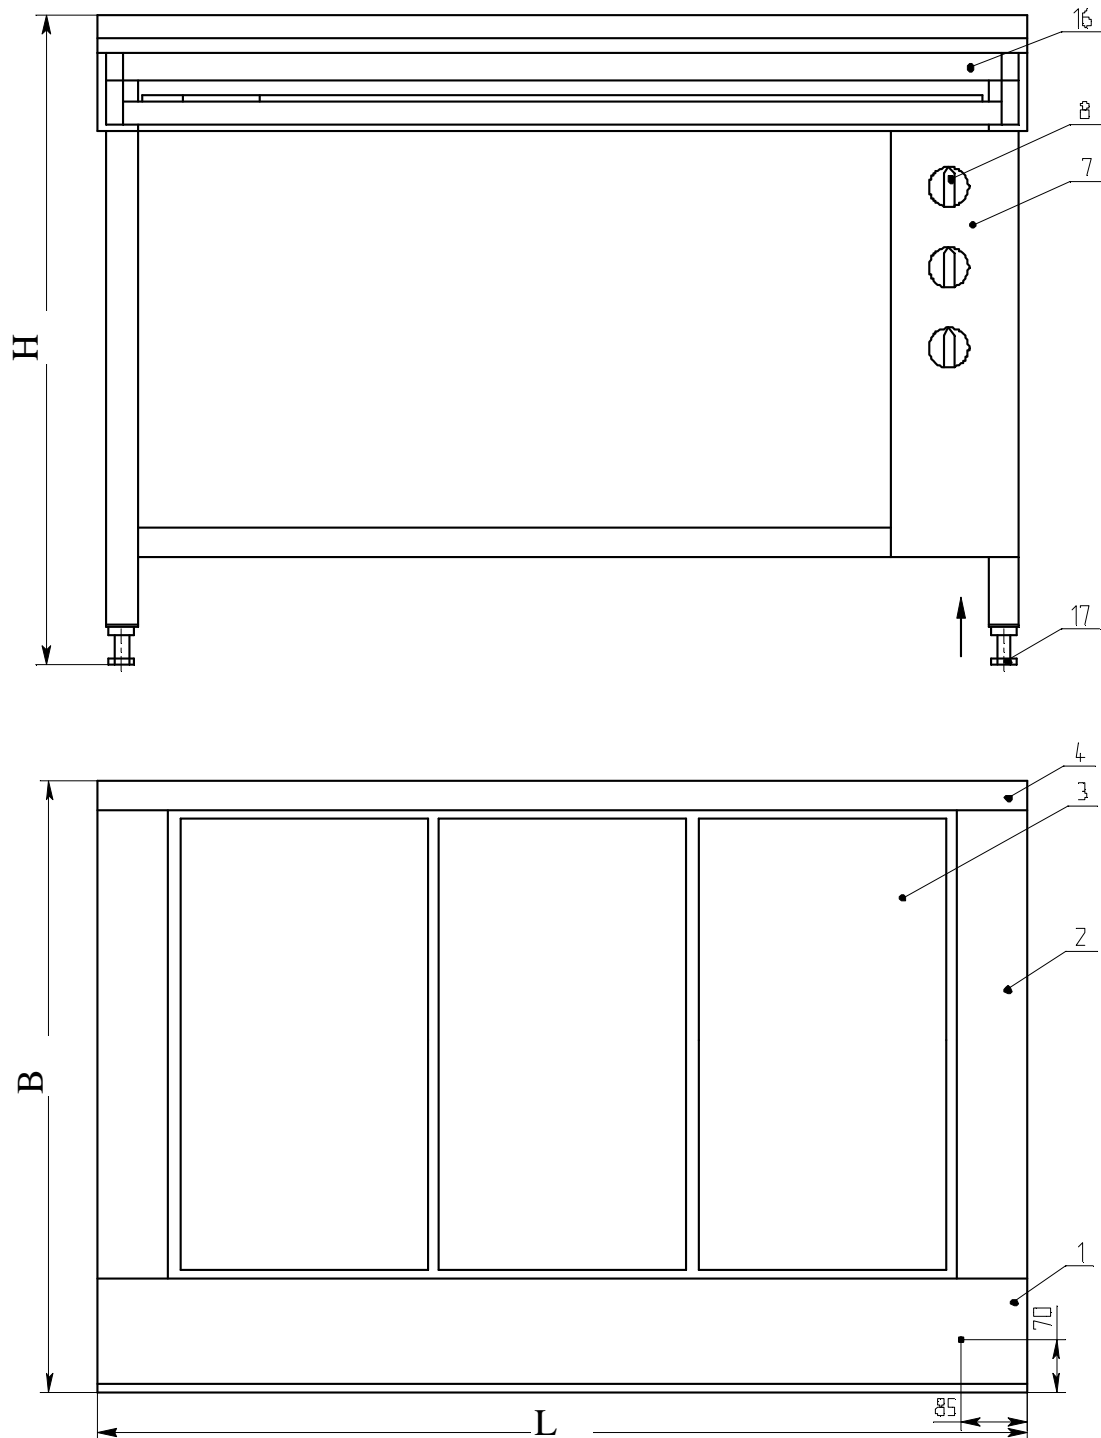

Рис.1
5.1. Плиты электрические ПЭ (рис.1) могут иметь от 1 до 6 конфорок, которые устанавливаются на каркасе при помощи регулировочных болтов и позволяют устанавливать рабочую поверхность конфорок в одной плоскости со столом 1. Конфорки крепятся к каркасу шпильками..
Устройство конфорки площадью 0,17 м2 показано на рис.1а, площадью 0,09 м2 и 0,12 м2 на рис.1б.
Рис.1а: